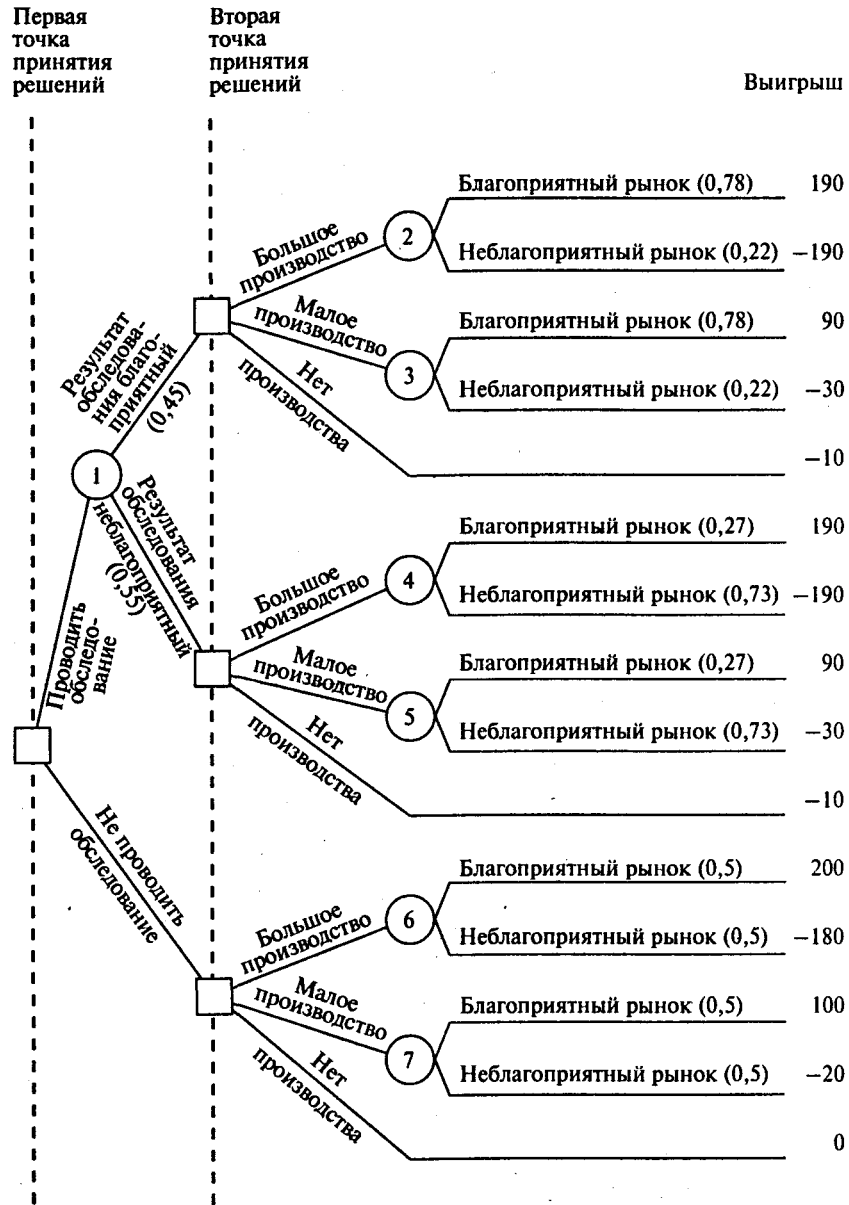

Рис. 1
*Решение.* На рис. 1 показаны возможные состояния среды и решения, а также вероятности различных результатов обследования и вероятности наступления различных состояний среды. (Прямоугольники используются для обозначения вершин принятия решений, кружочки обозначают неконтролируемые события — наступление состояний среды.)